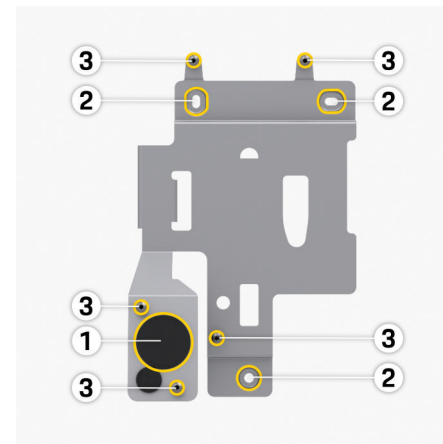

Fig. 42: Piastra di montaggio
- **Cavo dal basso:** Condurre il cavo direttamente all'apertura dell'alloggiamento prevista **1** ▶ (Fig. 42).
- **Cavo dalla parte posteriore:** Posizionare l'uscita del cavo dalla parete all'altezza del fissaggio in basso a sinistra **1** ▶ (Fig. 42).
1. Contrassegnare i fori di fissaggio in base alla dima di foratura sulla parete **2** ▶ (Fig. 42).
4. Fissare la piastra di montaggio con le viti **2** ▶ (Fig. 42).
7. Tirare il cavo dell'infrastruttura attraverso il passacavo 1 ► (Fig. 42).
- Per l'installazione del cavo Ethernet, montare il passacavo (KEL-DP 20/4-1) dall'esterno verso l'interno sulla fessura dell'alloggiamento predisposta (foro sinistro sotto 1 ► (Fig. 42)) per garantire la tenuta.
10. Fissare la Wallbox alla piastra di montaggio con cinque viti di fissaggio 3 ► (Fig. 42).